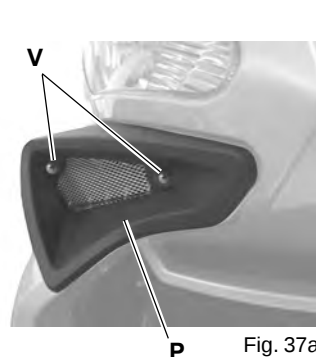

Fig. 37a
- Enlever la prise d'air avant (P - Fig. 37a) en dévissant les 2 vis de fixation (V - Fig. 37a) au niveau du feu à régler.